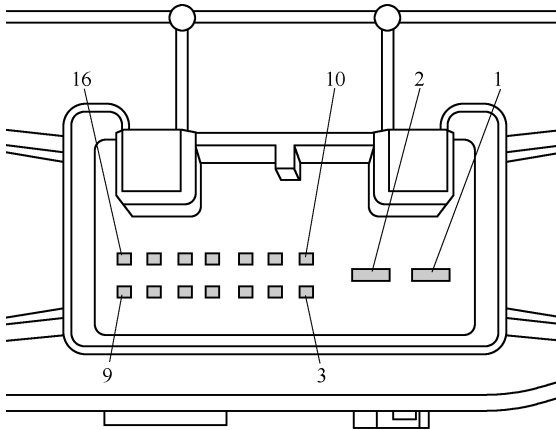

图 10-2-4 16 芯多脚插接器连接的的结构图
(1) 16 芯多脚插接器的结构图如图 10-2-4 所示。